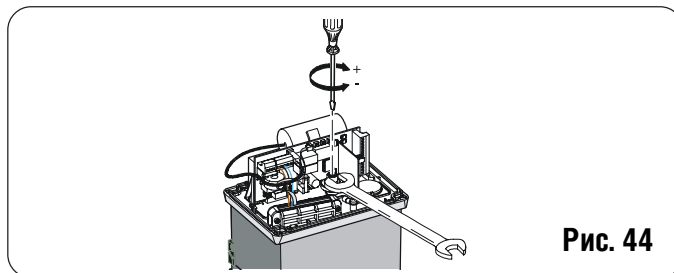

Рис. 44
- 2) Застопорить вал двигателя гаечным ключом и повернуть регулировочный винт универсальным гаечным ключом или отверткой, как показано на рис. 44 пункт А.